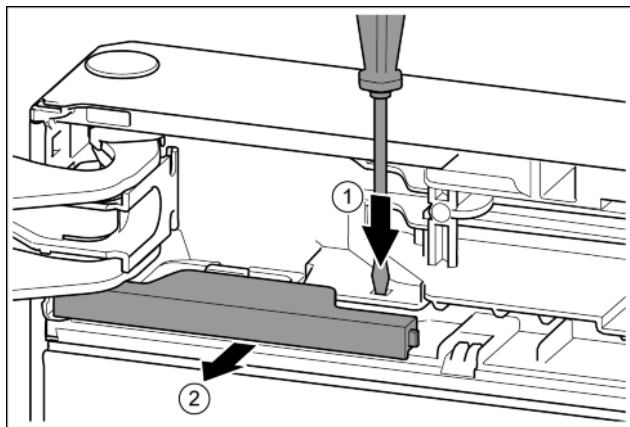

Fig. 10
- За допомогою шліцевої викрутки притисніть накладку. Fig. 10 (1)
- Витягніть кришку з фіксатора. Fig. 10 (2)